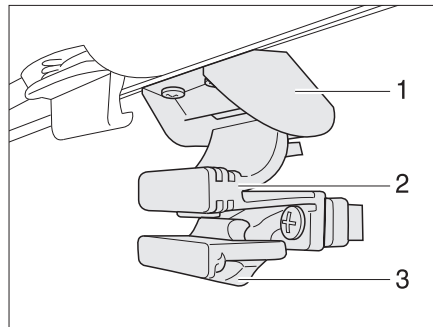

Fig. 43 Ventana en la puerta de entrada
- Empujar el seguro (Fig. 43,3) hacia abajo.
- Apretar tirador (Fig. 43,2) y empujar la ventana hacia abajo.
- Empujar la ventana hacia abajo, hasta que el tirador (Fig. 43,2) engatille en el bloqueo (Fig. 43,1).